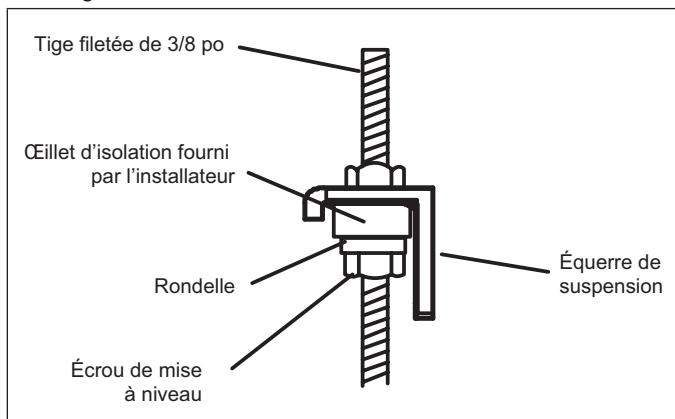

Figure 8. Bague d'isolation
5. Au besoin, installer un œillet d'isolation (à fournir par l'installateur) comme illustré à la «Figure 8. Bague d'isolation» pour éviter la transmission des vibrations de l'unité au plafond structurel.
7. L'unité est configurée en usine pour refouler l'air par l'avant avec le filtre à air de retour à l'arrière de l'unité. Le filtre à air de retour peut être déplacé sur place pour y avoir accès par le dessous si cela s'avère plus commode. Voir «Figure 8. Bague d'isolation».